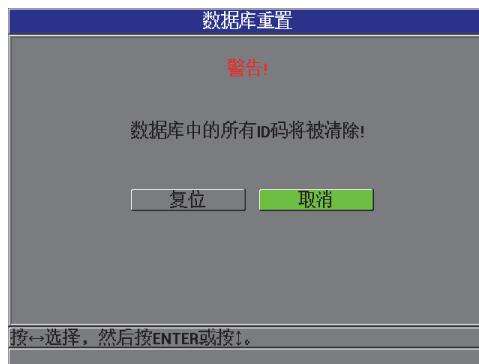

图 7-13 数据库重置 — 警告信息
2. 在**复位子菜单**中，选择**数据库**，会显示**数据库重置**警告信息（参见第 118 页的图 7-13）。